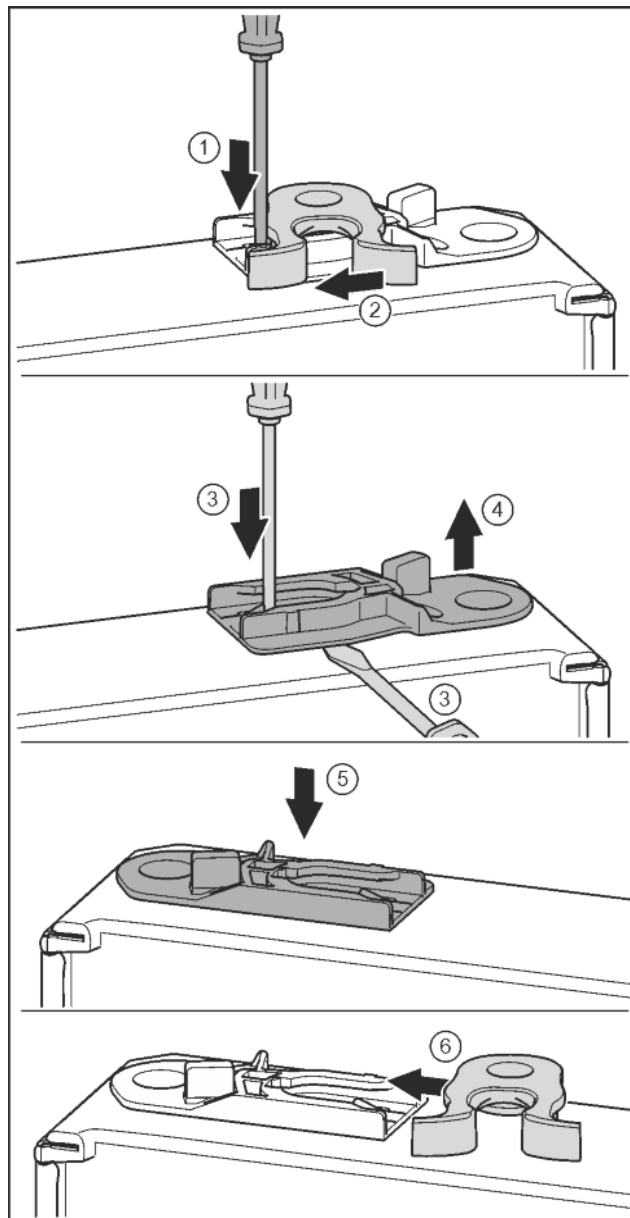

Fig. 20
- ▶ Нажать накладку шлицевой отверткой вниз. Fig. 20 (1)
- ▶ Запорный крючок вывести из направляющей. Fig. 20 (2)
- ▶ Извлечь направляющее гнездо: нажать накладку шлицевой отверткой и одновременно переместить ее шлицевой отверткой под направляющее гнездо. Fig. 20 (3, 4)
- ▶ Прилагаемое при поставке направляющее гнездо вставить на другой стороне корпуса. Fig. 20 (5)
- ▶ Запорный крючок вставить в направляющую. Fig. 20 (6)